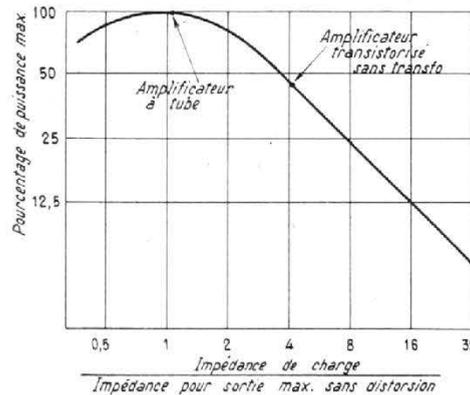

FIG. 1
CONTRAIREMENT aux amplificateurs à lampes, les amplificateurs transistorisés ne peuvent travailler à leur puissance de pointe en permanence parce que les transistors sont incapables de dissiper la chaleur engendrée dans les jonctions par ces conditions de travail. La figure 1 montre la variation de la puissance de sortie pour une valeur déterminée du taux de distorsion lorsqu'on fait varier la résistance de charge d'un amplificateur transistorisé sans transformateur de sortie (1). Donc, pour éviter de voir un étage de sortie fonctionner à sa puissance maximale, le constructeur fixe généralement le point de fonctionnement dans la partie de la courbe située à droite ou la pointe, par exemple, à l'endroit marqué d'une croix sur la courbe de la figure 1 ; ce point de fonctionnement est déterminé par une valeur de la résistance de charge. Mais il est évident que si, pour des raisons que nous allons étudier, la résistance de charge diminue de valeur, on risque de « claquer » les transistors de puissance ou les fusibles qui les protègent. (D'après la loi de Murphy, c'est toujours le transistor qui protège le fusible.